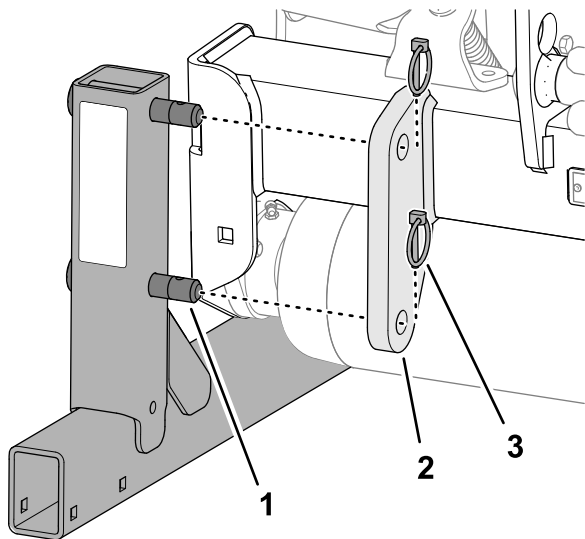

Рисунок 20
2. Выньте 2 шплинта с кольцом, которые крепят подставку для хранения к кронштейну подставки на раме сцепки машины (**Рисунок 20**).
5. Вставьте шплинты с кольцом (из комплекта запчастей) в штифты подставок для хранения (**Рисунок 20**).